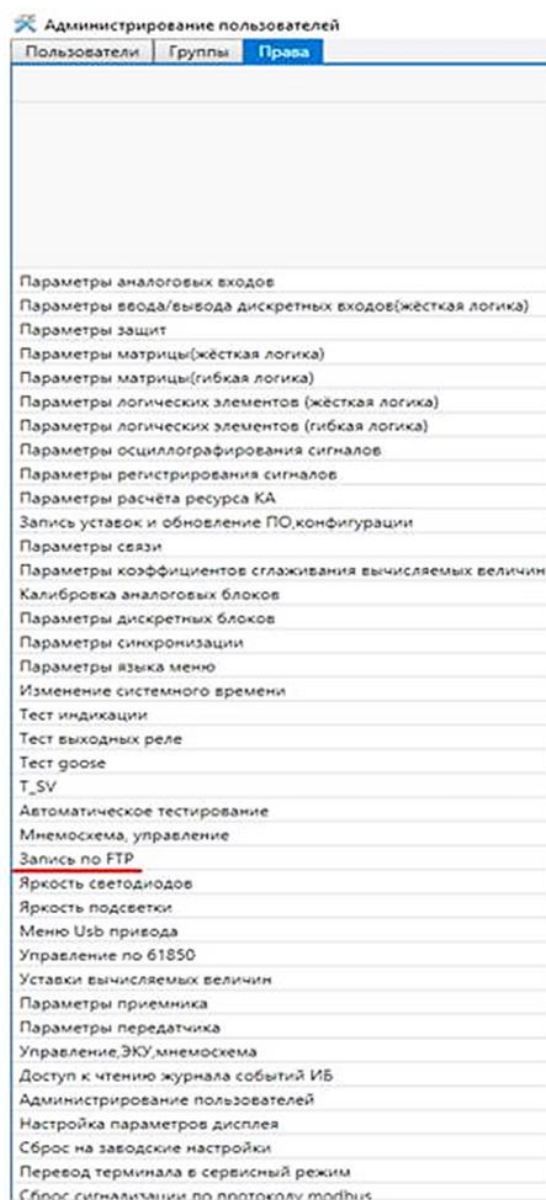

Рисунок 6 – Окно **Администрирование пользователей**
- обновление ПО и конфигурации терминала (у пользователя должно быть право «Запись по FTP» (см. рисунок 6)).